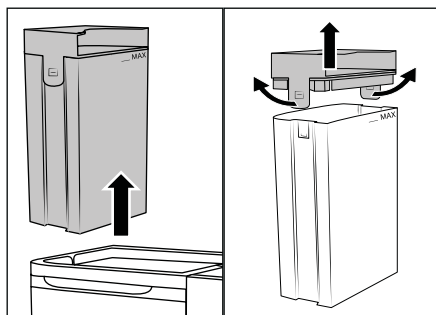

Afb. 4
- ◆ Trek de slanghouder **15** uit het apparaat. Leg de sproei-/zuigslang **19** om het apparaat en gebruik daarbij de slanghouders **15/16** (zie afb. 4).